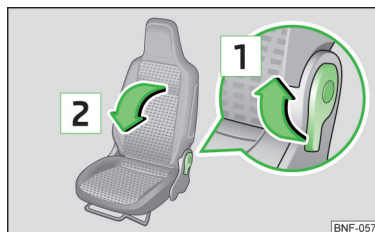

Fig. 49
- › Trageți maneta n sensul săgeții **1** » fig. 49.